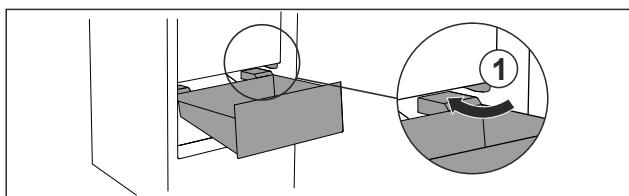

Fig. 69
- Prevedte zásuvku šikmo okolo zarážok Fig. 69 (1).